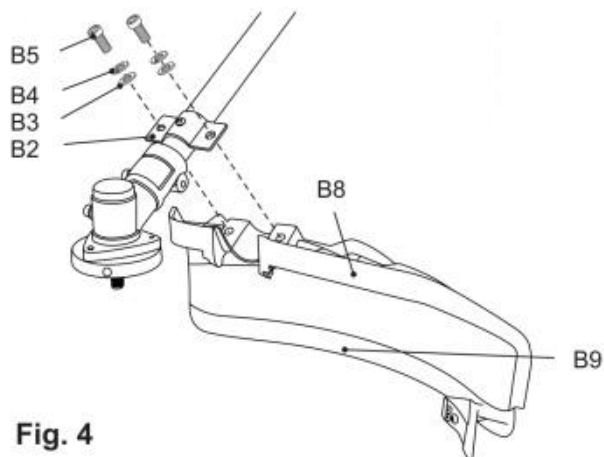

Fig. 4
24) Fixez la connexion avec les boulons (B5) , les rondelles élastiques rs((B4)) et les rondelles (B3)) à l'aide de l'outil (E4) .(Fig.4).